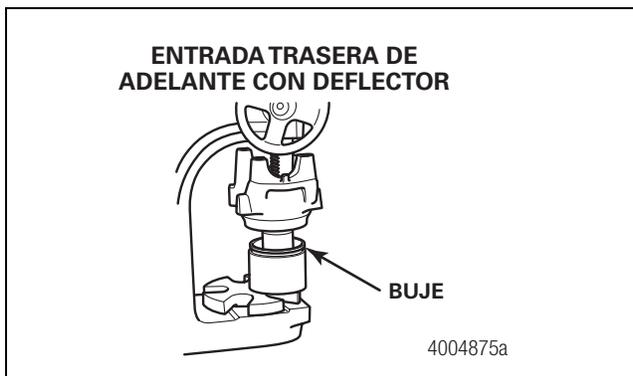

**Figura 5.101**
- **Si no está disponible una prensa:** Coloque el yugo en un espaciador de cinco pulgadas (127 mm) sobre un banco de trabajo. Use un martillo de golpe amortiguado y el impulsor adecuado para instalar el buje en el yugo. Figura 5.101.